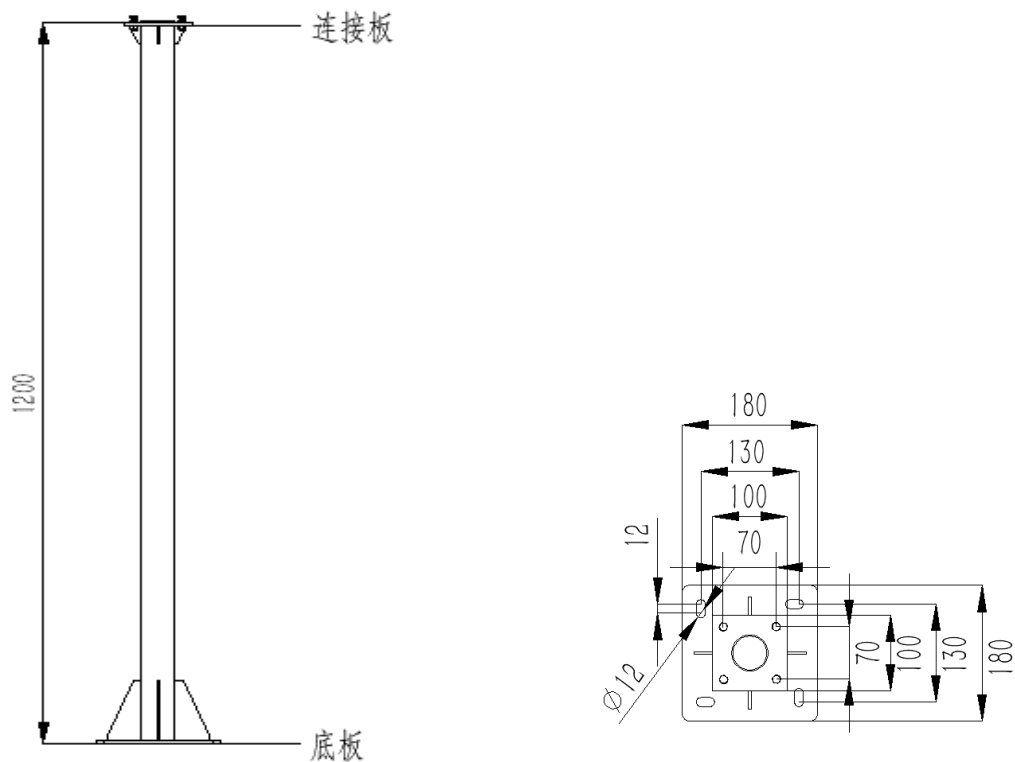

图 1 外形图
- JBF-AZZ1 安装立柱布线施工后，通过螺栓安装到地面上，底板安装孔距为 130mm，外形及安装尺寸如图 1 所示。